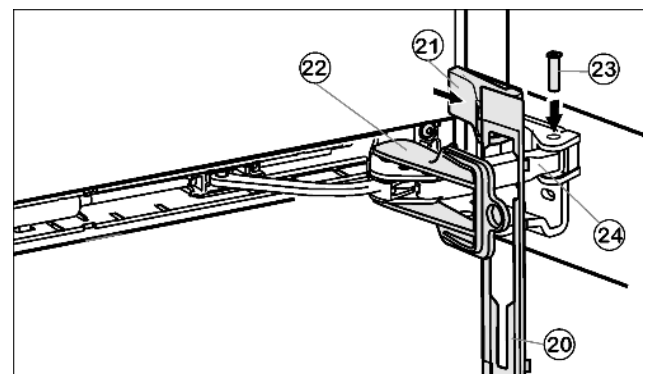

Рис. 14
- Натяните заглушку Рис. 14 (20) на рычаг доводчика таким образом, чтобы стопор показался наружу и передней стороной к прибору.
- Потяните рычаг доводчика Рис. 14 (24) к опорной детали и сверху вставьте болты Рис. 14(23) таким образом, чтобы квадратная головка села в углубление.
- Установите защитную крышку Рис. 14 (21) и зафиксируйте ее.
- ▶ Отвинтите предохранитель Рис. 14 (22).
- ▶ Вставьте заглушку Рис. 14 (20) на дверь и зафиксируйте ее.